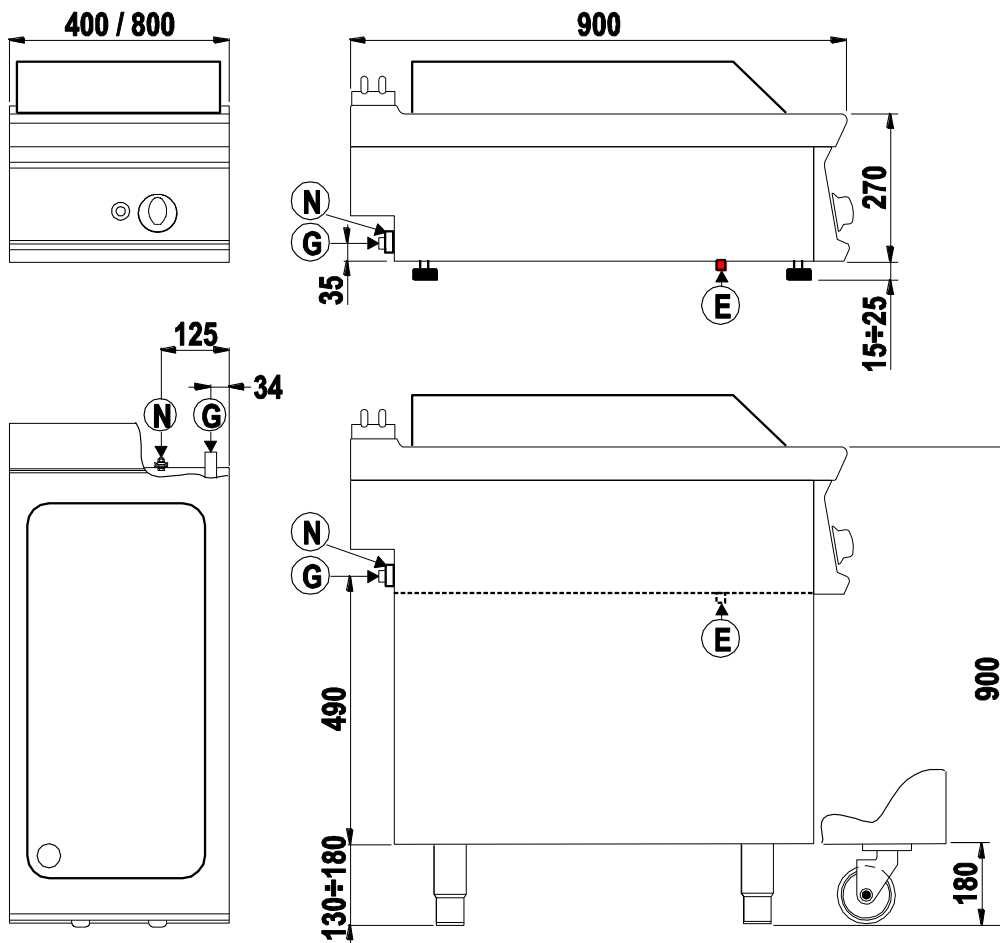

Fig.1 – Abb.1 – рис.1
La targhetta supplementare è in poliestere autoadesivo ed è applicata vicino alla targhetta matricola, essa contiene tutte le informazioni sulla predisposizione dell'apparecchio. L'apparecchio **FTL/R/C4_G9** è dotato di un bruciatore e una rampa per il collegamento del gas. L'apparecchio **FTL/R/C8_G9** è dotato di due bruciatori e una rampa per il collegamento del gas. L'attacco per il collegamento alla rete del gas "G" (fig.1) corrisponde alle prescrizioni ISO 7/1 e ISO 228/1 (DK) con attacco $\varnothing \frac{1}{2}$ ", esso è situato nella parte posteriore della macchina.